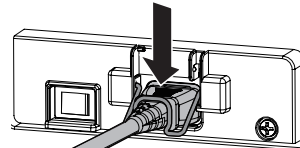

Fig.4
- 4) Tenere premuto il supporto del cavo di alimentazione finché non scatta sul cavo di alimentazione per fissare quest'ultimo. (Fig. 4)